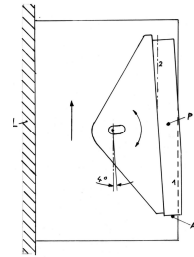

Abb. 6:
- 7a: Sägen der seitlichen Schrägen. Erste Seite sägen, schwenken um 180 Grad, zweite Schräge sägen. (Abb. 6)